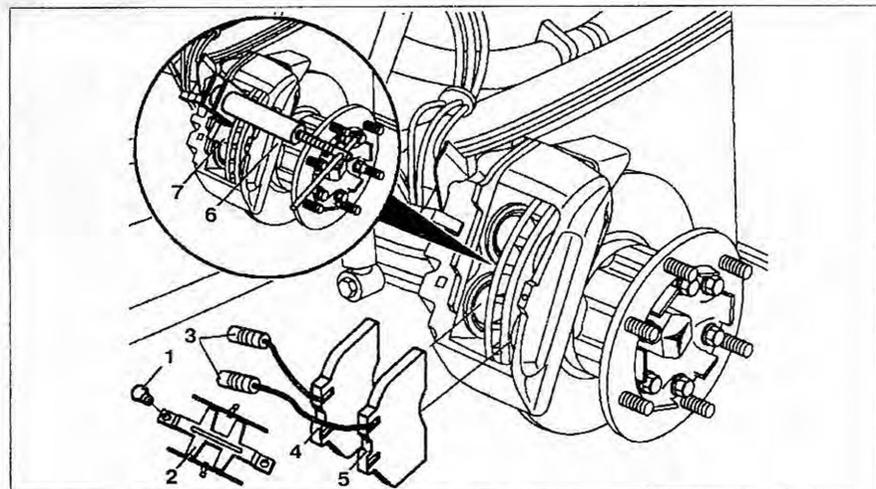

Рис. 7.6. Тормозные колодки передней оси (модели 668.3, 670.3):
2. Отсоедините разъем проводки от индикаторов износа тормозных колодок **3** (рис. 7.6).